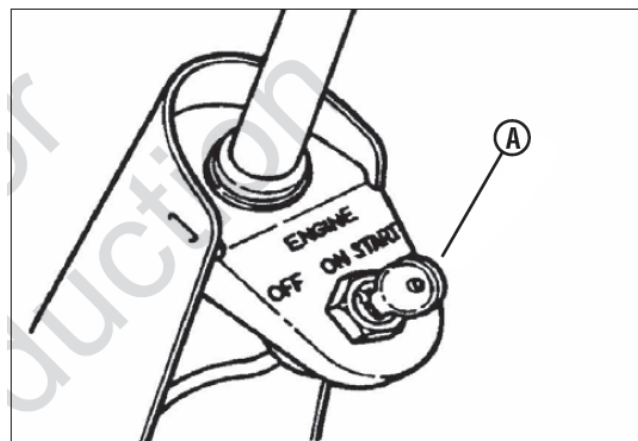

Рис. 9. Ключ замка зажигания
6. Поверните ключ (А, рис. 9) в положение ON (включено).